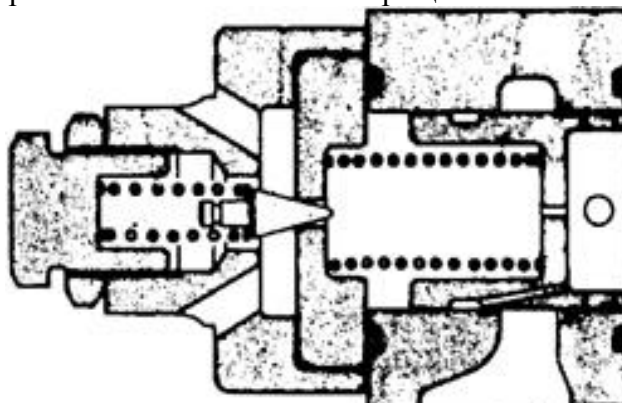

Рис. 5-61
Если в процессе работы нагрузка очень велика, давление в системе может превысить 14 МПа. На данном этапе включается предохранительный клапан (17) (см. Рис. 5-61). Масло проходит через предохранительный клапан и возвращается в масляный бак.